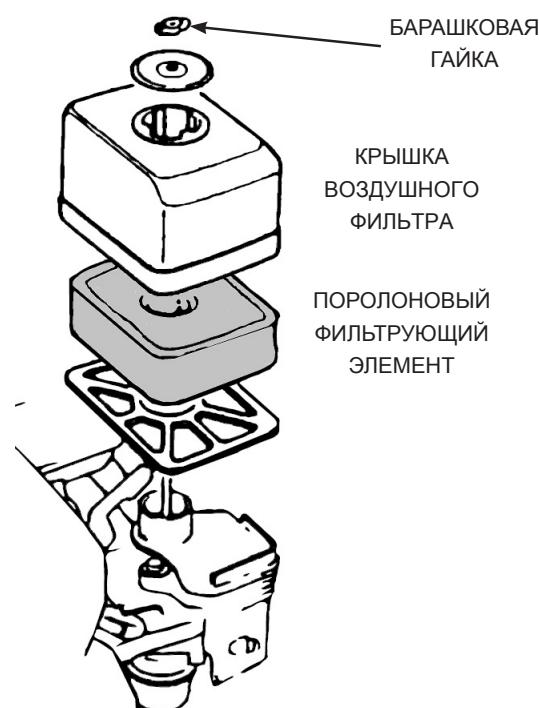

Рис.10
1. Открутить барабановые гайки и снять крышку воздушного фильтра и фильтр (Рис.10)/